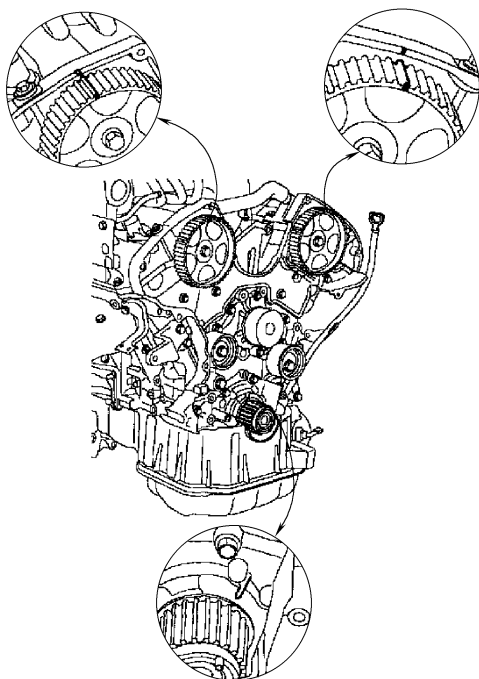

图 31-42 对齐正时标记
4) 将 1 缸设置在压缩上止点位置, 对齐凸轮轴链轮和曲轴链轮上的正时标记, 如图 31-42 所示。